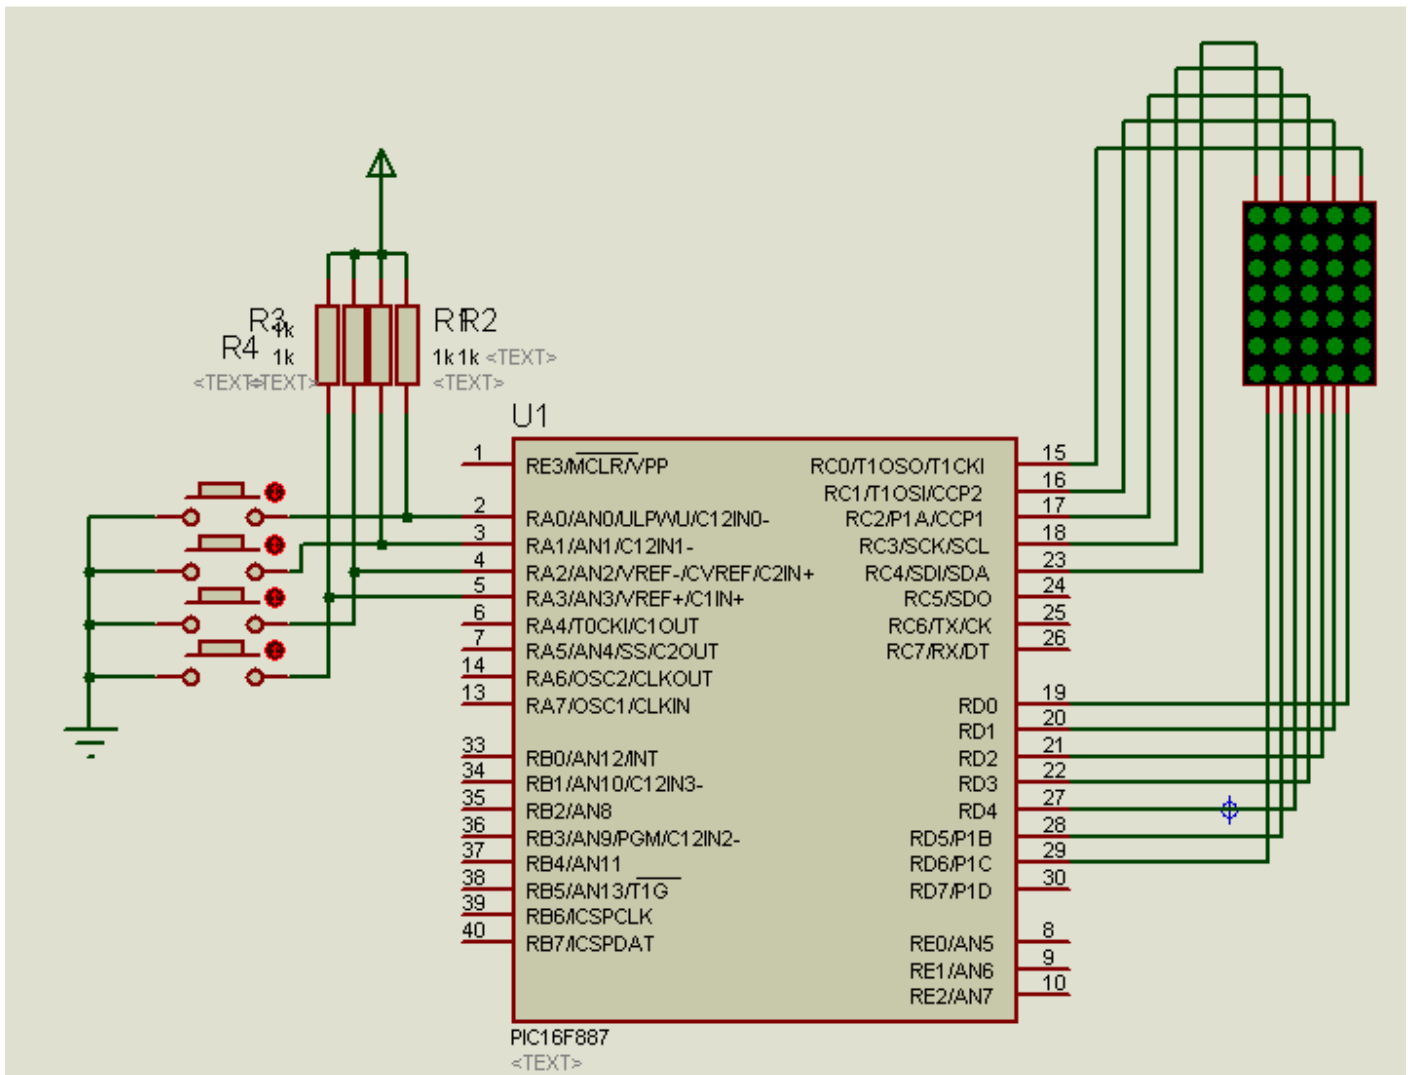

Figura 4.2
Los siguientes programas permiten manejar matriz de led's conectada como se muestra en la figura 4.2. Armar en proteus y verificarlo.
F. Utilizando el circuito de la figura 4.2 implemente un programa que realice las siguientes acciones (Utilice sentencia switch, para la lectura de datos)